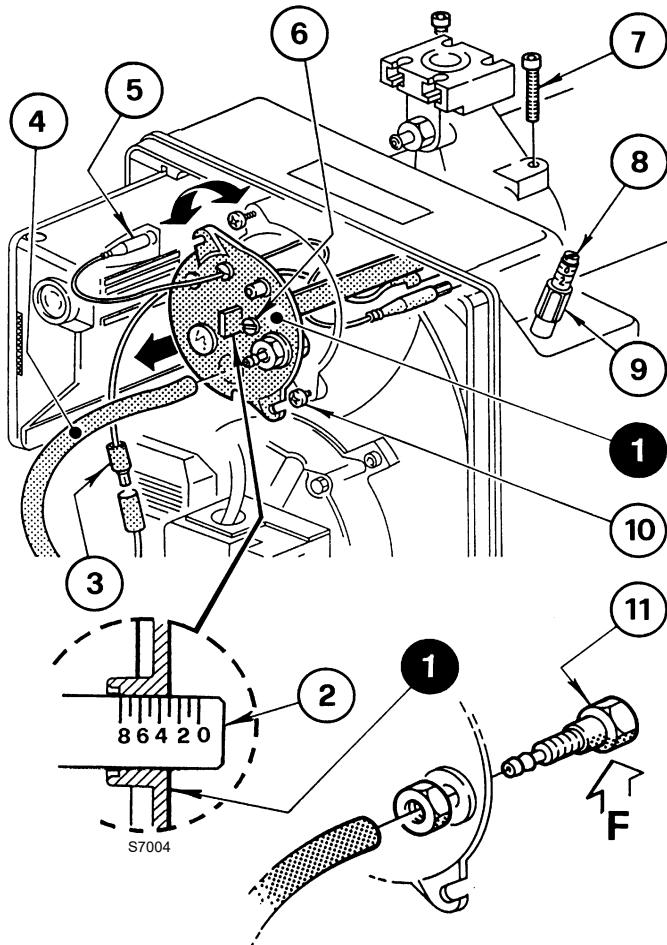

Fig. 13
Se realiza girando en el sentido de las agujas del reloj o en sentido contrario el tornillo de regulación 6)(Fig. 13), hasta que la muesca hecha en la brida de regulación 2) coincida con el plano externo del grupo cabezal 1).
En la Fig. 13, la brida de regulación del cabezal está regulada en la muesca 3.
Para extraer el grupo cabezal (Fig. 13) es necesario:
Volver a montar siguiendo el mismo procedimiento antes descrito en el orden inverso, colocando el grupo cabezal 1)(Fig. 13) en su posición original.
Enroscar los tornillos 7)(Fig. 13) sin apretarlos hasta que hagan tope. Después apretarlos con el par de torsión de 3 - 4 Nm.
ATENCIÓN Si la toma de presión del aire 11)(Fig. 13) se aflojase accidentalmente, reapretarla asegurándose que el orificio (F) (Fig. 13) situado en la parte interna del grupo cabezal 1)(Fig. 13) esté orientado hacia abajo.